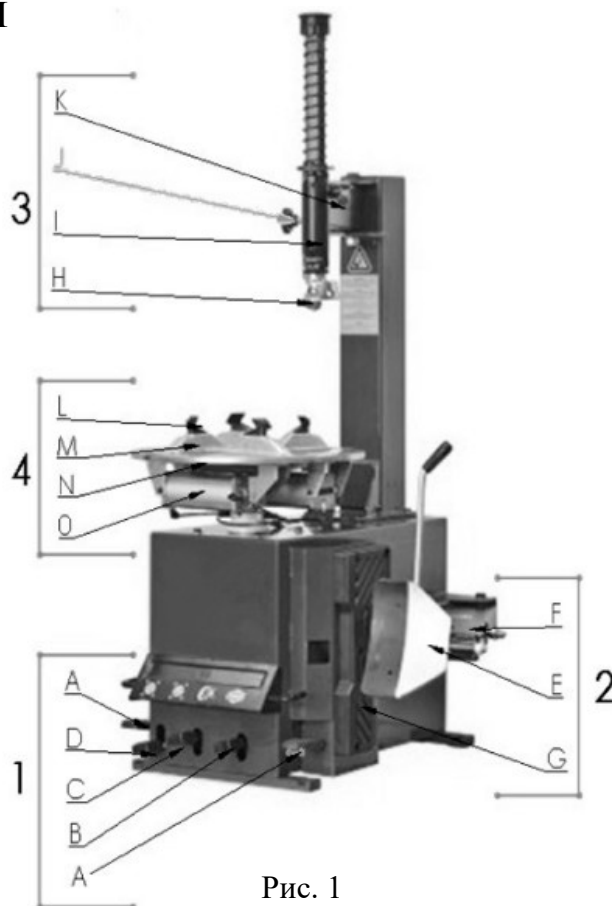

Рис. 1
- ✓ Смотри рис. 1: 1- Лубрикатор;2- Фильтр;3- Регулятор